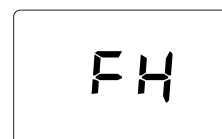

fig. 6- Purjare cu ventilatorul activat
- În următoarele 20 de secunde pe afișaj apare **FH**, care indică ciclul de evacuare a aerului din instalația de încălzire cu ventilatorul în funcțiune (fig. 6).